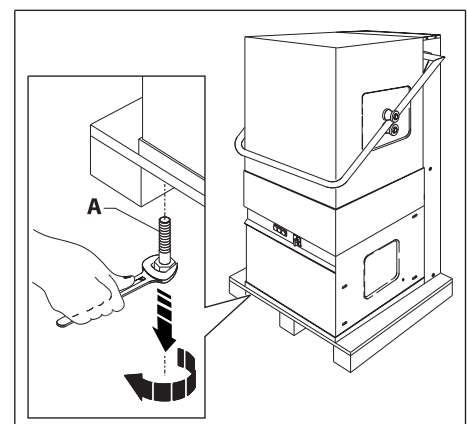

Fig. 3
2. Quite los dos tornillos A que fijan el lavavajillas a la paleta de transporte (fig.3).